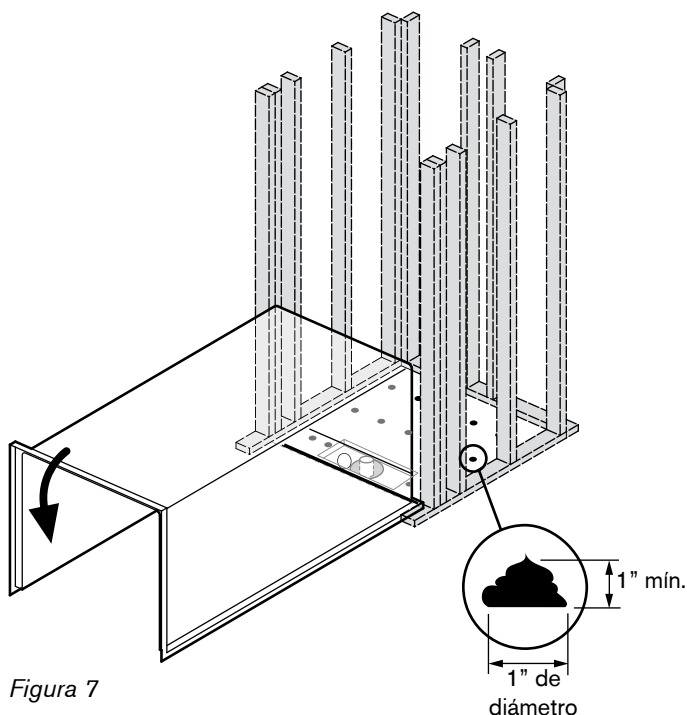

Figura 7
- 13 Coloque la unidad de ducha en la cavidad e inclínela hacia adelante para que el frente repose sobre el piso mientras usted aplica la resina epoxi. Coloque porciones gruesas (mínimo 1" de alto) siguiendo el patrón que marcó en el piso. La resina epoxi llenará el vacío tanto para asegurar el plato como para ayudar a sostenerlo. (Figura 7)